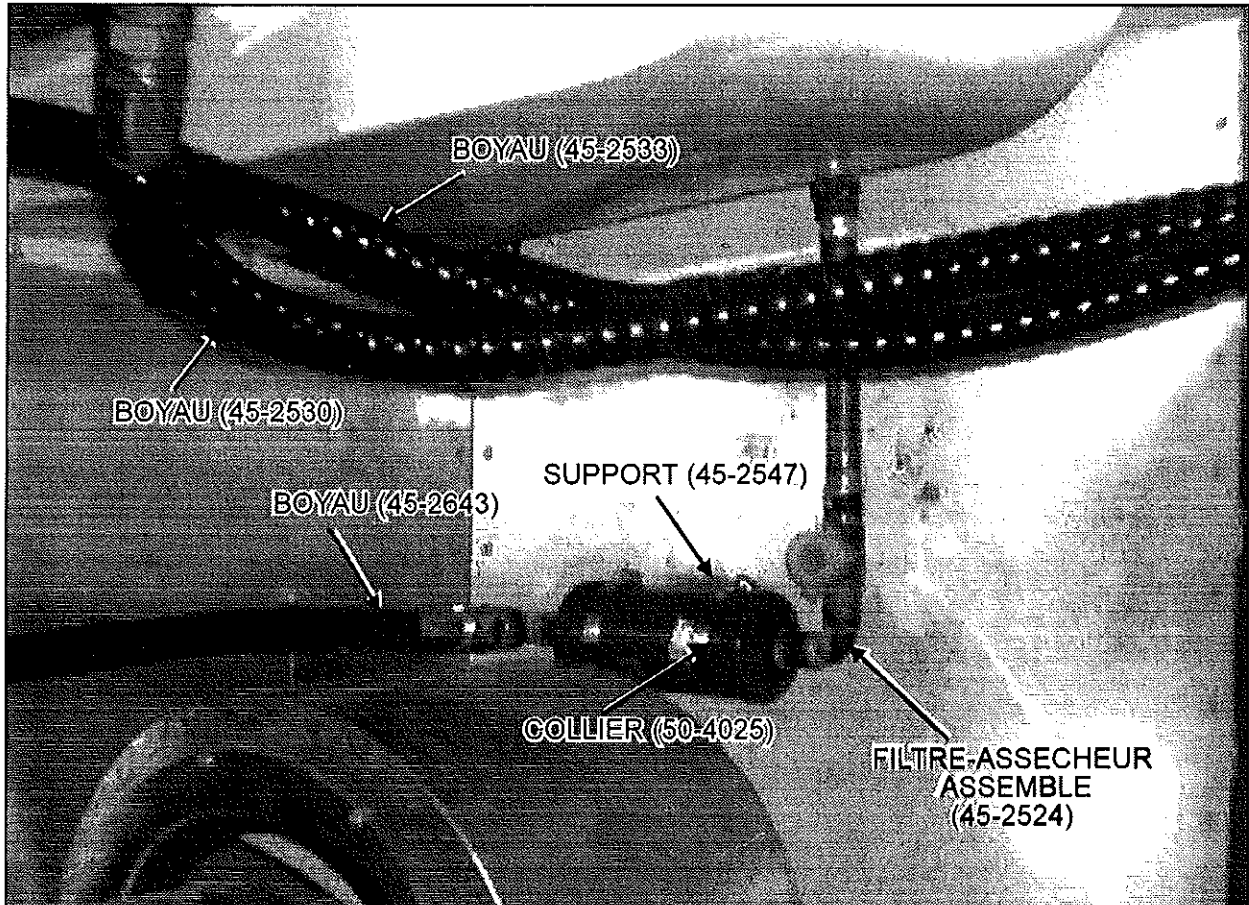

Fig. 6 - Modification dans le compartiment du condenseur
8. Mettre le filtre-assécheur assemblé (#45-2524) en place, puis fixer la bouteille du filtre-assécheur au support à l'aide de deux colliers de serrage (#50-4025) (consulter la figure 6). Ne pas brancher les boyaux.